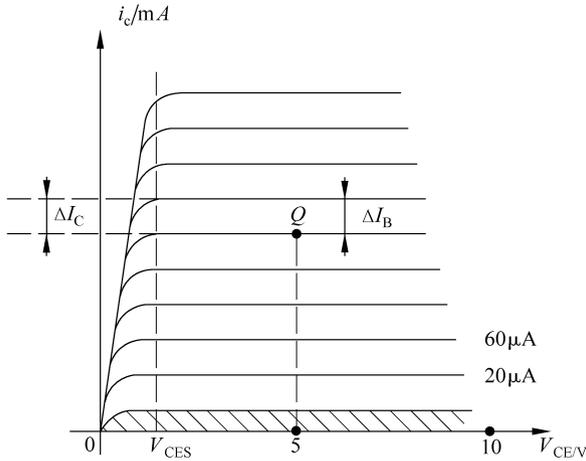

图 1-4 晶体管输出特性曲线
- (1) 调整好 $\pm 12\text{V}$ 电压, 将 $V_{CE}(\text{V}/V_X)$ 即 X 轴接示波 X 轴。
- (2) 将 $I_C(10\text{mA}/V_Y)$ 即 Y 轴接示波 Y 轴。
(3) 根据被测管子类型和需要测量的特性参数, 适当调节被测管集电极电源, 调节 Y 轴、X 轴偏转电流/度及电压/度, 调节阶梯信号, 适当调节阶梯电流, 示波屏幕上显示出三极管放大特性曲线, 如图 1-4 所示。
③ 饱和压降:由图 1-4 可见,该晶体管的饱和压降 $V_{CES} = 0.8\text{V}$ 。